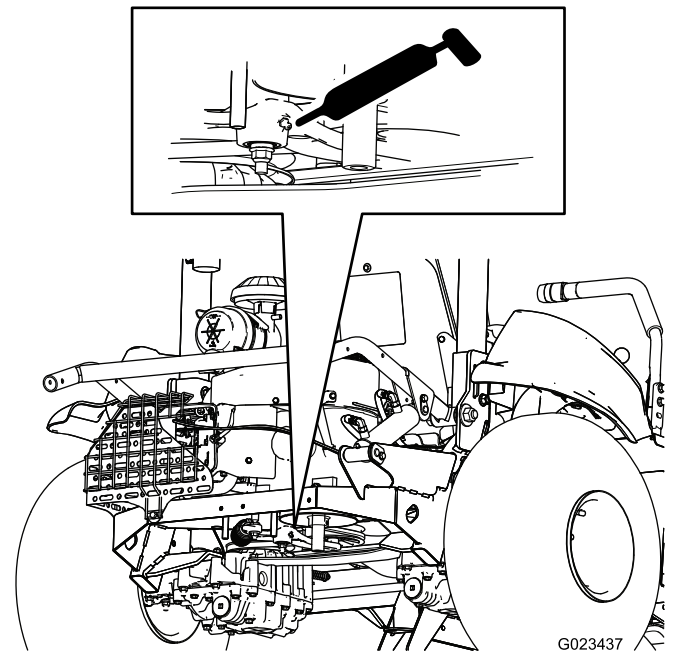

Figura 36
- Tensor de la correa (1) – Figura 36